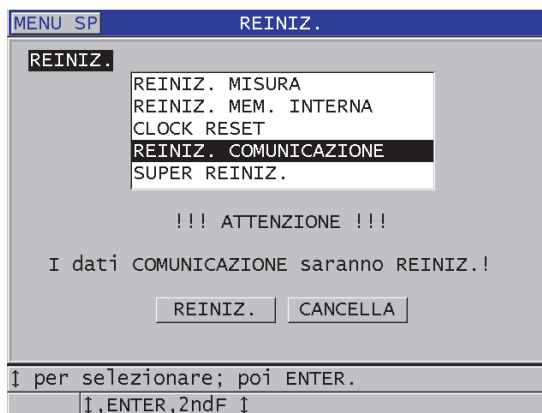

Figura 14-13 Selezione del parametro REINIZ. COMUNICAZIONE
3. Nella schermata **REINIZ.** (vedi Figura 14-13 a pagina 299):